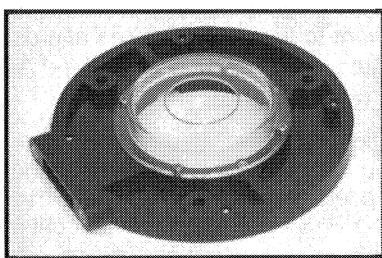

Fig. 2
1. Utilisez quatre vis No. 4-40 x  $\frac{1}{4}$  po (tirées du jeu de ferrures de montage) afin d'assembler le couvercle transparent sur le dessus de la base de l'aspirateur (voir Fig. 2).